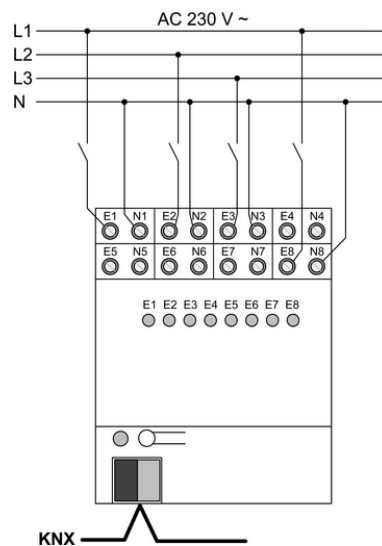

Figura 3: Collegamento esemplificativo di ingressi binari 230 V
- Collegare l'apparecchio secondo lo schema esemplificativo (figura 3). Collegare separatamente il potenziale di riferimento **N** per ogni ingresso.